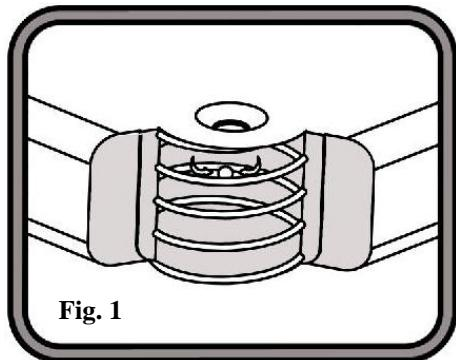
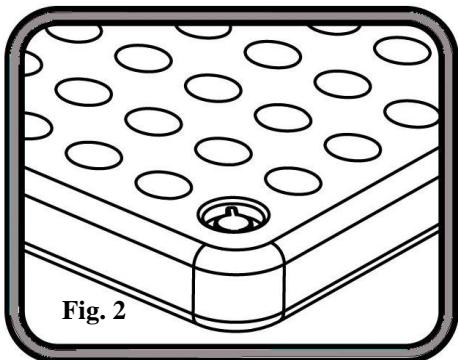

Fig. 1
Fig. 2
2. Placez la pompe au pied intégrée (**se référer svp à la structure de la pompe comme à la fig.1**). **Le côté en PVC floqué doit être placé vers le haut pendant le gonflage.** Voir la **fig. 2**